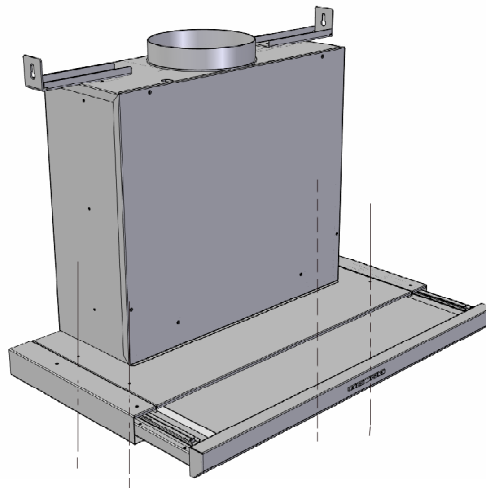

Fig. 6
- Sichern Sie die Haube mit 2 Schrauben durch die vorbereiteten Löcher am Oberschrank (Abb. 6).
- Block the device on the hanging through the right openings and the provided screws (Fig. 6)
- Bloquer l'appareil dans son meuble en utilisant les ouvertures appropriées et les vis en dotation (fig.6)
- Bloccare l'apparecchio al pensile mediante le apposite aperture e relative viti in dotazione (Fig. 6).
- Fastgør apparatet til skabet ved hjælp af de medfølgende skruer (Fig.6).
- Zet het apparaat vast aan het kastje met behulp van de daarvoor bestemde openingen en bijgeleverde schroeven (Afb. 6).